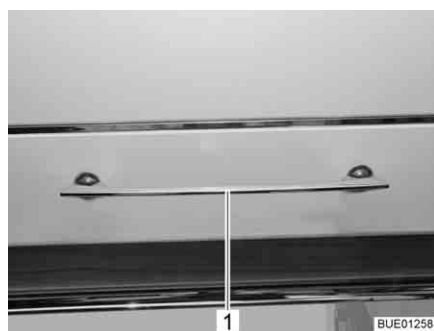
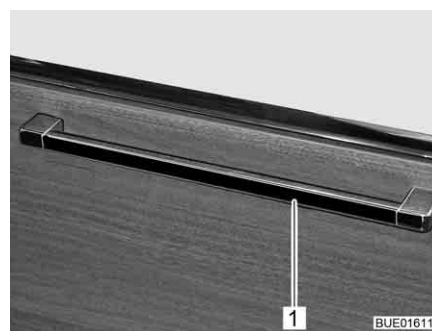

Fig. 77 Abattant de placard avec poignée de déverrouillage
Fig. 78 Abattant de placard avec poignée de déverrouillage (alternative)
- Suivant son emplacement, appuyer sur la poignée de déverrouillage (Fig. 77,1 ou Fig. 78,1) vers le haut, le côté ou le bas et la maintenir appuyée.